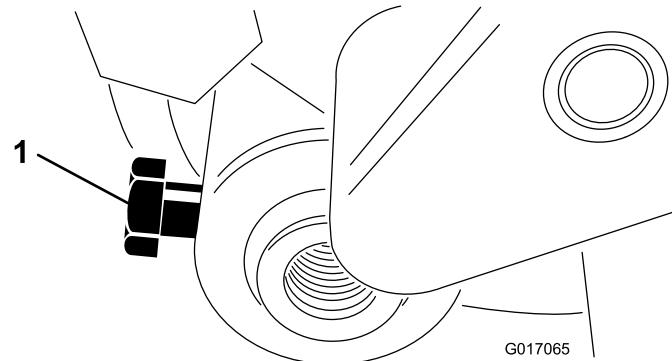

Figura 12
24. Insira o eixo do rolo no braço de ajuste esquerdo e prenda, sem apertar, com o parafuso (Figura 12).
32. Centre o rolo entre os braços de ajuste e aperte os parafusos de montagem (Figura 12).